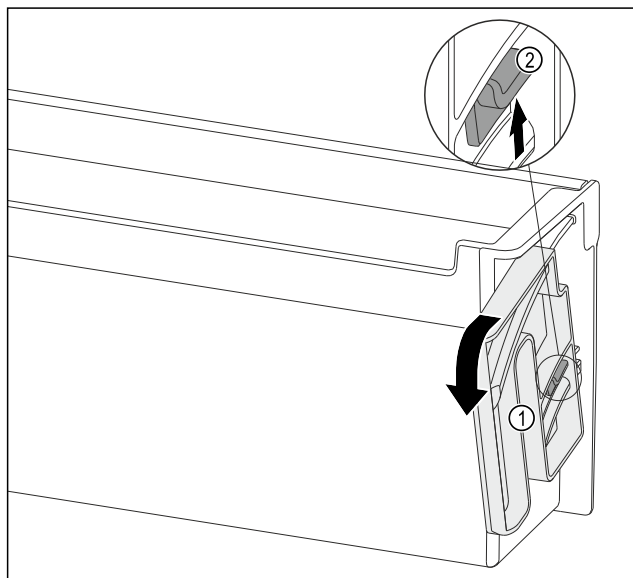

Fig. 143
- Tourner l'unité de rotation Fig. 143 (1) dans le sens indiqué jusqu'en butée.
- Pousser la languette Fig. 143 (2) vers le haut et retirer l'unité de rotation Fig. 143 (1).